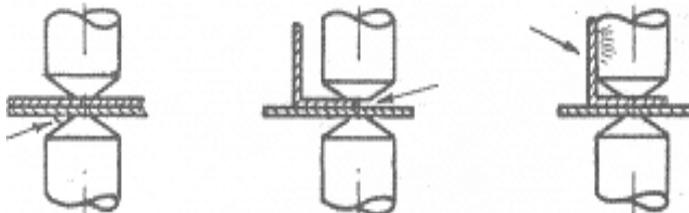

Figure.7.11
- Présence d'une vis, porte à faux et contact avec les bords (Figure.7.11).